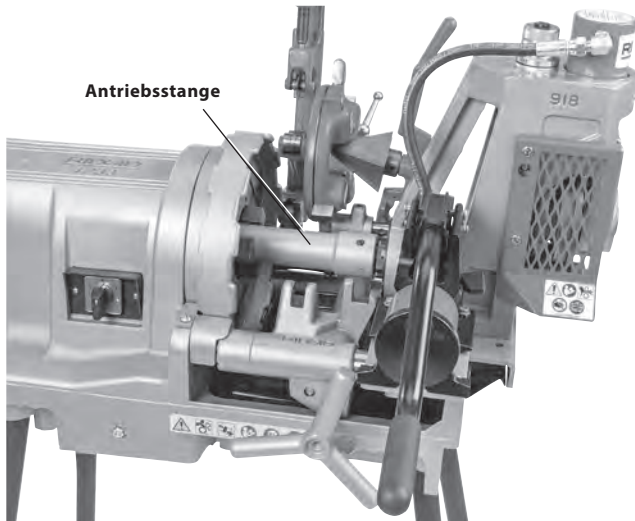

Abbildung 8C - Installation der Antriebsstange
6. Wenn das 918 am Ende der Gewindeschneidmaschine positioniert ist, ziehen Sie das vordere Spannfutter der Maschine an der Antriebsstange fest. *Siehe Abbildung 8C*.